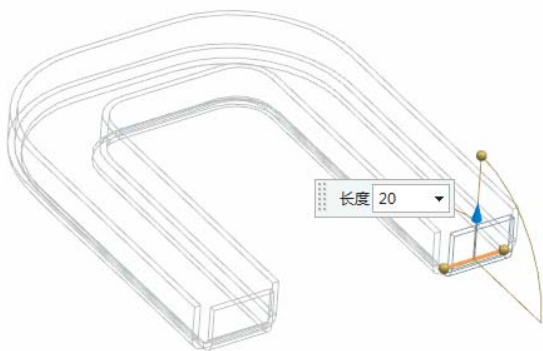

图 10-14 预览弯边
(8) 选择弯边，输入“长度”为 20，“角度”为 90，同时在视图区预览显示所创建的弯边，如图 10-14 所示。